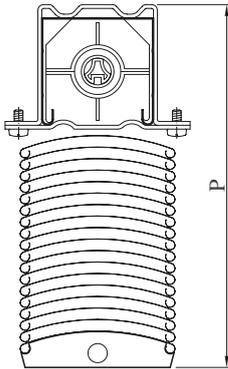

Abb. 14
6.3 Einhaltung der Höhe des heruntergezogenen Raffstores, siehe Abb. 14: